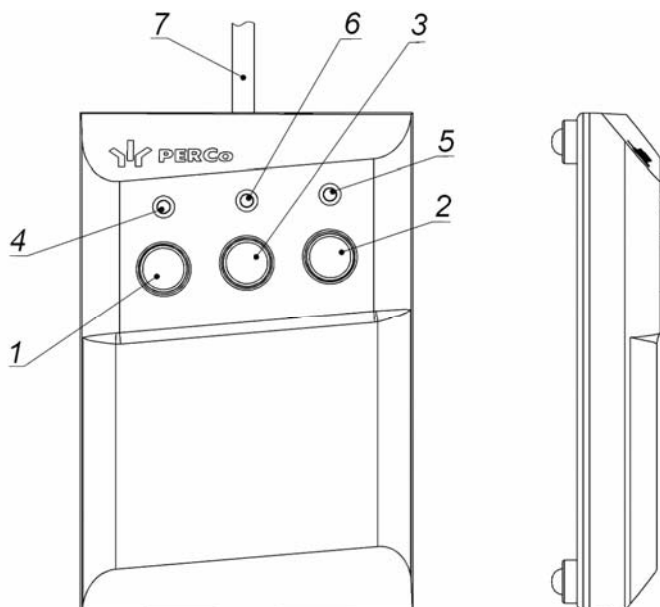

Рисунок 3. Общий вид ПДУ
ПДУ (13) выполнен в виде небольшого настольного прибора в корпусе из ударопрочного АБС пластика и предназначен для задания и индикации режимов работы при ручном управлении ЭП. Внешний вид ПДУ показан на рис. 3.